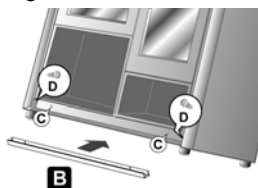

Figura 2
- Desatornillar los dos tornillos laterales (D, véase la figura 2 ).
- Colocar el listón frontal (B) y alinearlos con los agujeros que indican la posición de montaje.